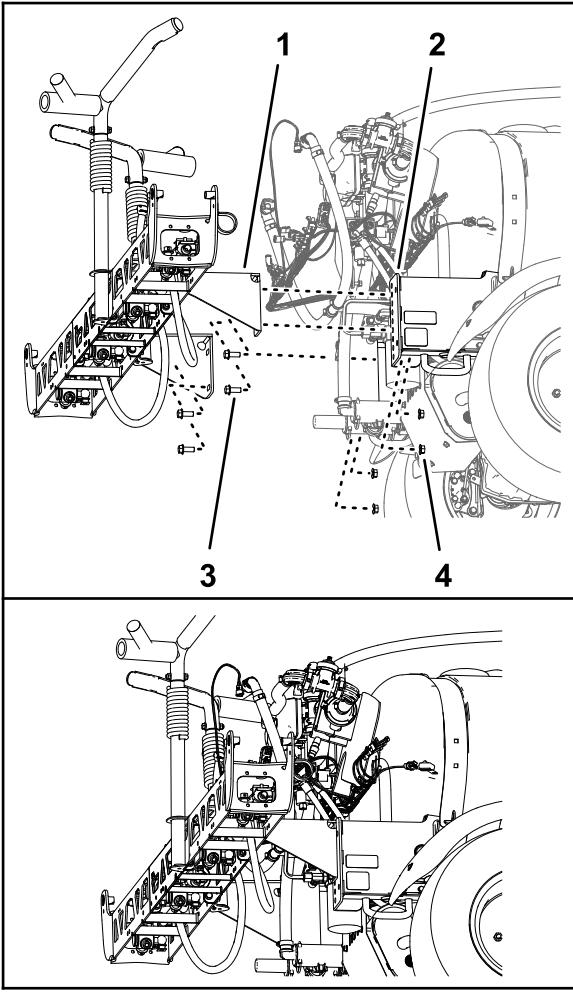

Figura 93
1. Utilizzando l'attrezzatura di sollevamento della capacità specificata, sollevate la sezione di irrorazione centrale e allineate i fori nella staffa di supporto per la sezione di irrorazione (Figura 93) con i fori nella piastra di montaggio per il telaio della macchina che avete individuato al passaggio 3 di Rimozione della sezione di irrorazione centrale (pagina 24).
2. Montate la sezione di irrorazione centrale sui profilati di montaggio (Figura 93) con i 4 bulloni a testa flangiata ($\frac{1}{2}'' \times 1\frac{1}{4}''$) e 4 dadi di bloccaggio flangiati ($\frac{1}{2}''$) che avete rimosso al passaggio 4 di **Rimozione della sezione di irrorazione centrale** (pagina 24).